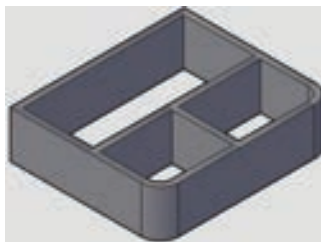

图 3-33 三维效果
5) 将当前视图转换为“西南等轴测视图”, 查看墙体倒角的三维效果, 如图 3-33 所示。